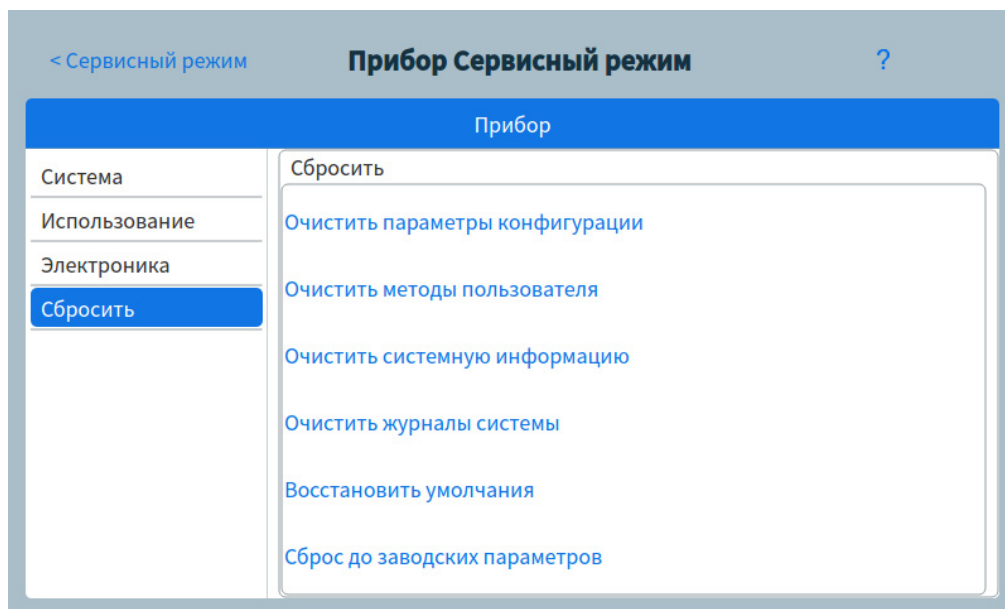

Рис. 37 Страница сброса
- 1 На странице системных параметров нажмите кнопку выбора страницы **Сброс**. Появится страница сброса. См. Рис. 37.